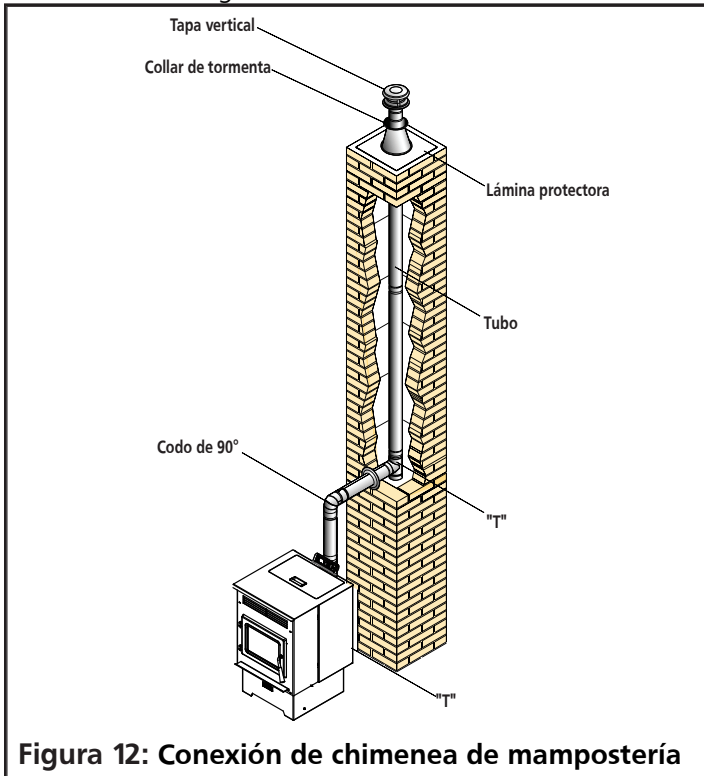

Figura 12: Conexión de chimenea de mampostería
2. La conexión a la chimenea no debe estar obstruida por los tubos que conectan a la chimenea, como se ilustra en la Figura 12 a continuación.